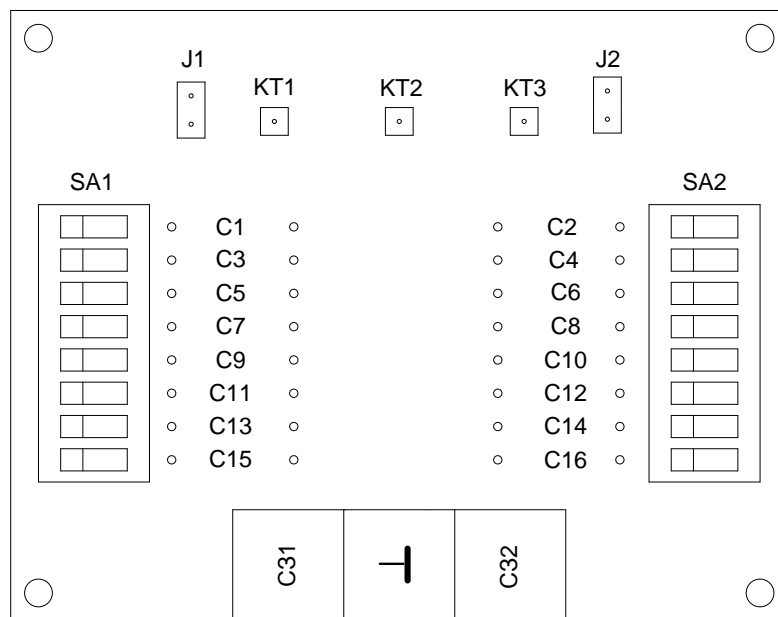

Рис.7. Зовнішній вигляд модуля конденсаторів.
7.6. Настроювання флангів сповісвача виконується за допомогою модуля конденсаторів (рис.7), який розташований всередині відсіку підключень, в наступній послідовності: